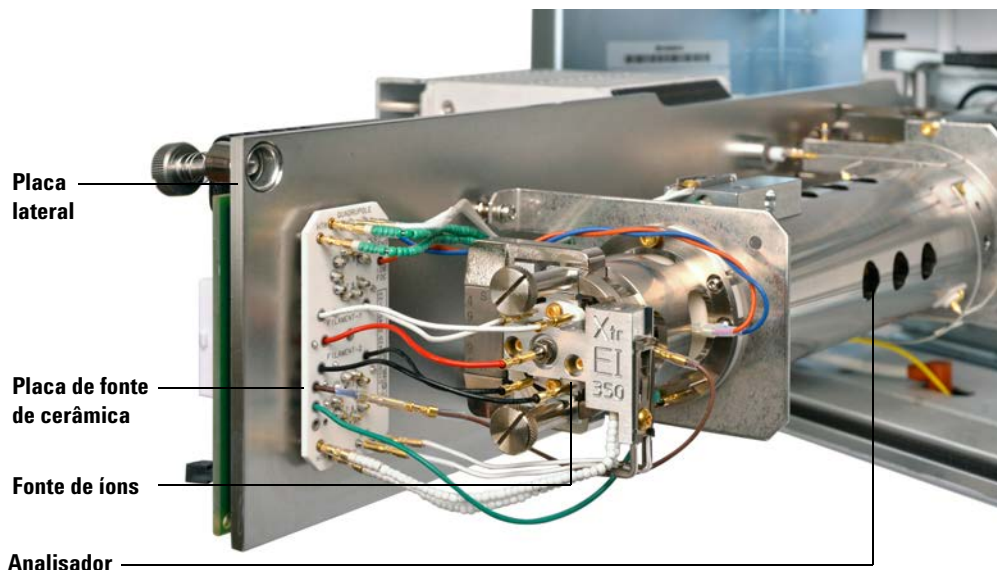

Figura 34 A câmara do analisador para um modelo Inert+ do MSD
- 3** Solte os parafusos da placa lateral do analisador, se eles estiverem apertados. (Consulte Figura 34 na página 127).